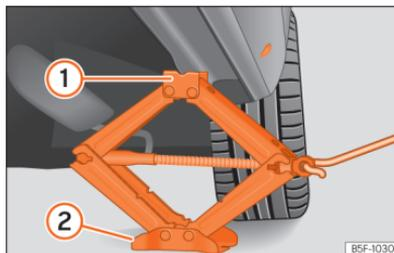

Abb. 222 Längsträger: Wagenheber ansetzen.
- Drehen Sie die Kurbel des unter dem Aufnahmepunkt des Längsträgers befindlichen Wagenhebers, bis sich die Nase (1) >>> (Abb. 222) unter der vorgesehenen Einführung befindet.
- Richten Sie den Wagenheber so aus, dass sein Aufnahmehorn (1) in die dafür vorgesehene Aufnahme am Längsträger „greift“ und die bewegliche Grundplatte (2) plan auf dem Boden